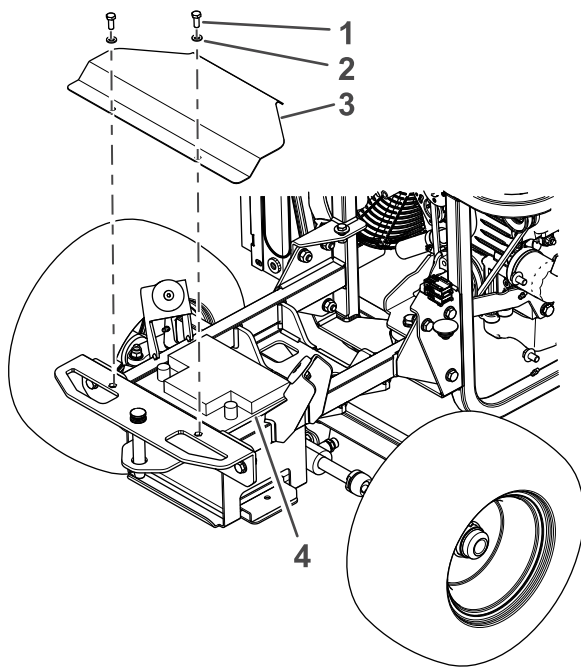

Figure 61
5. Retirez les 2 boulons et rondelles du couvercle de la batterie (Figure 61).
6. Enlevez le couvercle de la batterie (Figure 61).